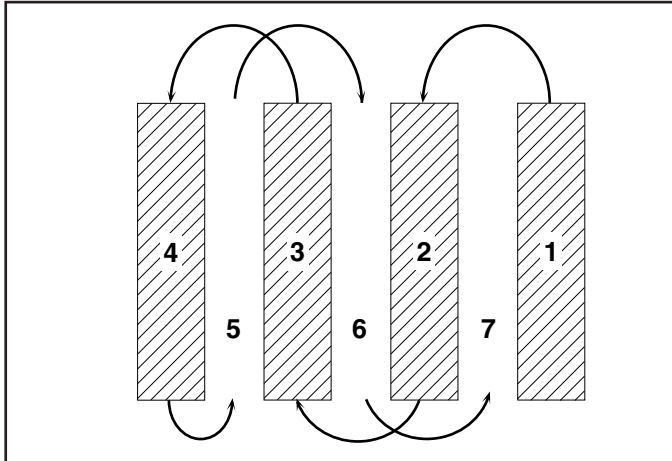

Fig. 15
- Vous trouverez le labourage beaucoup plus facile si vous laissez un sillon non bêché entre les passes. En ce temps-là retourner entre le rang de labourage (Voir la Fig. 15). Il y a deux raisons pour faire ceci. Premièrement, des virages larges sont beaucoup plus faciles à prendre que faire des demi-tours. Deuxièmement, la motobineuse ne vous entraînera pas vers le rang bêché qui est le plus proche.